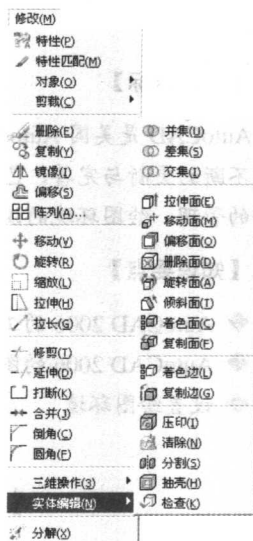

图 1.1.2 AutoCAD 2006 的“修改”下拉菜单
中文 AutoCAD 2006 的菜单栏由 文件(F)、编辑(E)、视图(V) 等 11 个菜单组成, 其中每个菜单又包含了多个子菜单。菜单栏几乎包含了 AutoCAD 的全部功能和命令, 如图 1.1.2 所示为 AutoCAD 2006 的 修改(M) 下拉菜单。